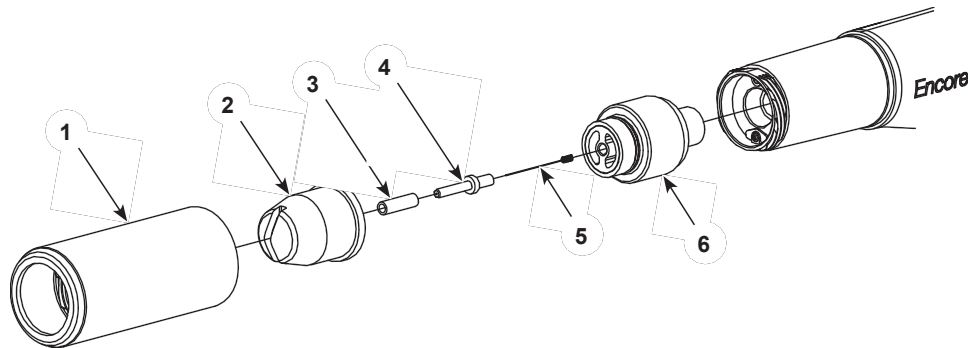

Figure 9 Nettoyage d' e d'une buse de pulvérisation plate/d'angle
1. Voir la figure 9. Dévisser l'écrou de la buse (1) dans le sens inverse des aiguilles d'une montre.
2. Retirez l'écrou de la buse (1) et la buse (2) du pistolet pulvérisateur. Retirez la buse de l'écrou et nettoyez les deux à l'aide d'air comprimé à basse pression et de chiffons propres. Remplacez-les s'ils sont usés ou endommagés.
4. Inspectez le manchon d'usure (3) et le porte-électrode (4). Si l'un ou l'autre est usé ou endommagé, remplacez-les par le kit de support d'électrode à pulvérisation plate.
- a. Dévissez le support d'électrode et le manchon de l'ensemble de support d'électrode (6).
- b. Installez le nouveau manchon (3) sur le nouveau support d'électrode (4).
- c. Installez l'électrode (5) dans le nouveau support, puis vissez le support dans l'ensemble de support d'électrode (6).
6. Installez la buse (2) sur le support d'électrode (4), puis vissez l'écrou de buse (1) sur corps du pistolet pulvérisateur dans le sens horaire jusqu'à ce qu'elle soit serrée à la main.